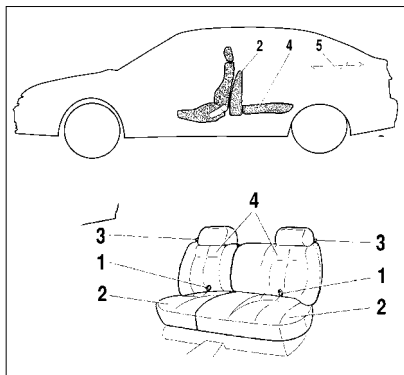

Рис. 12. Заднее сиденье
- потяните за петли 1 (рис. 12) и поставьте подушки 2 в вертикальное положение. При необходимости сдвиньте передние сиденья немного вперед;